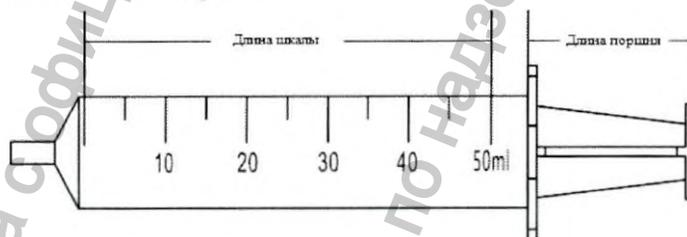

Рис. 15. Правила измерения длины шкалы и длины поршня шприца.
**Ручная калибровка:** используя кнопки со стрелками и кнопку «ОК» для подтверждения, введите значение длины шкалы шприца и значение длины поршня шприца. Правила измерения показаны на рис. 15.